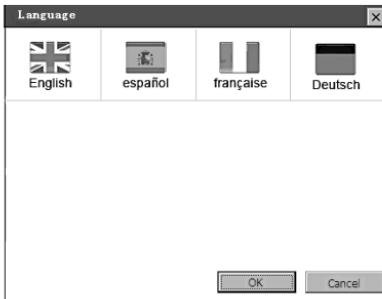

Рисунок 3.3
- 2) Используйте кнопки прокрутки **ВНИЗ/ВВЕРХ** для выбора нужного языка и нажмите **OK** для сохранения выбора и возврата на предыдущий экран. (Рисунок 3.3)